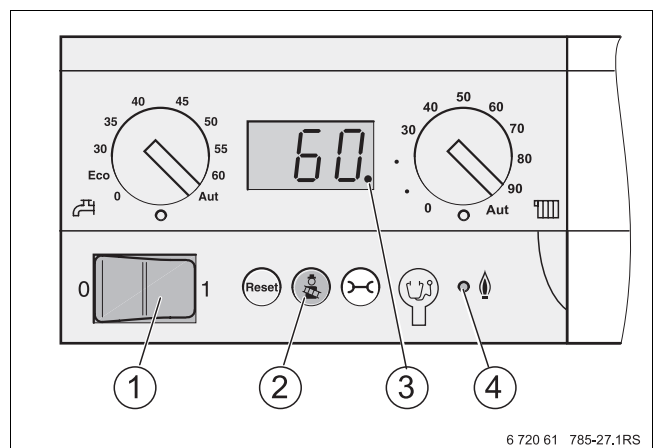

Bild 57 Bedienfeld des Basiscontrollers
- Betriebsschalter (→ Bild 57, [1]) am Bedienfeld des Basiscontrollers auf „0“ (Aus) stellen.